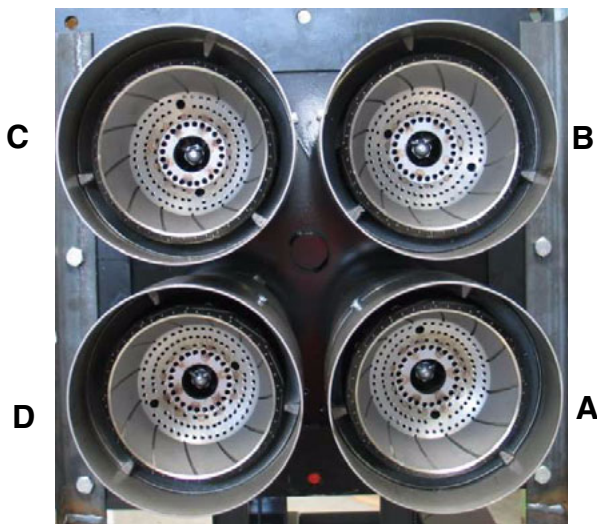
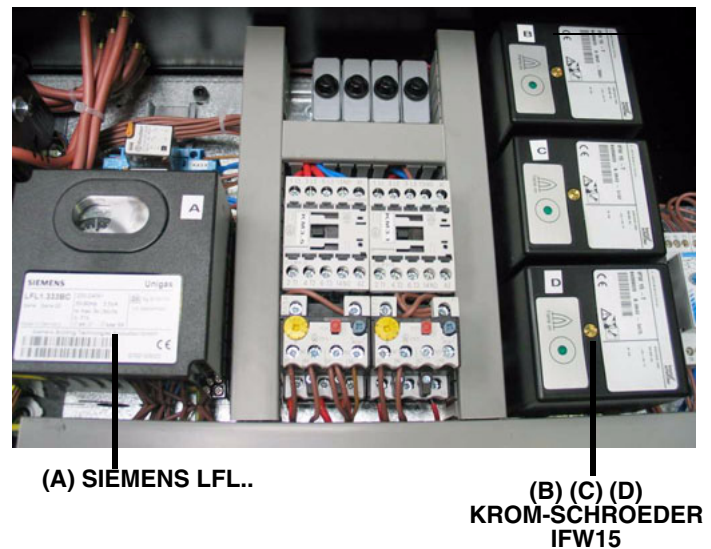

Рис. 31
Рис. 32
- Проверить и аккуратно почистить фотоэлемент UV улавливания пламени и, если необходимо, заменить его. В случае возникновения сомнения, проверить контрольный контур, после того, как горелка будет вновь запущена, согласно схеме на Рис. 31 - Рис. 32;
Голова сгорания состоит из четырех голов: одна из них оснащена фотозлементом Siemens QRA, подсоединенным к электронному блоку контроля пламени Siemens LFL (Рис. 31-Рис. 32-A), в то время, как три оставшиеся головы оснащены фотозлементом модели Krom-Schroeder UVS5, подсоединенными к улавливателям пламени Krom-Schroeder IFW15 (Рис. 31-Рис. 32-B,C,D).